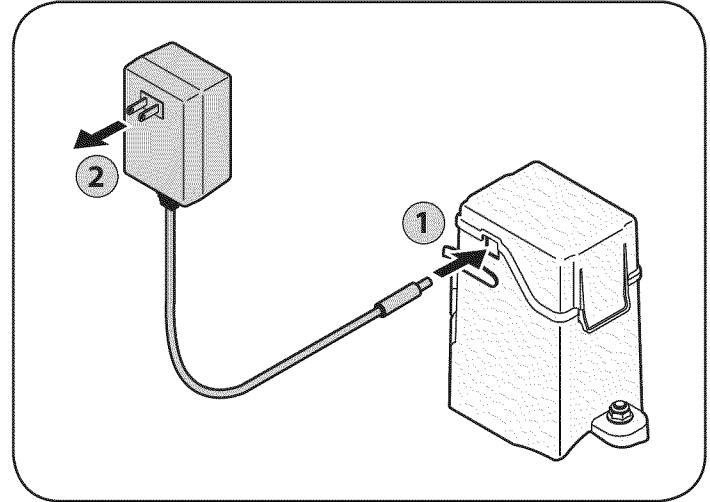

Figura 19
1. Desbaratar junta de la tapa, enchufe el cargador de la batería dentro del orificio en la parte inferior del alojamiento de la batería. Vea la Figura 19.